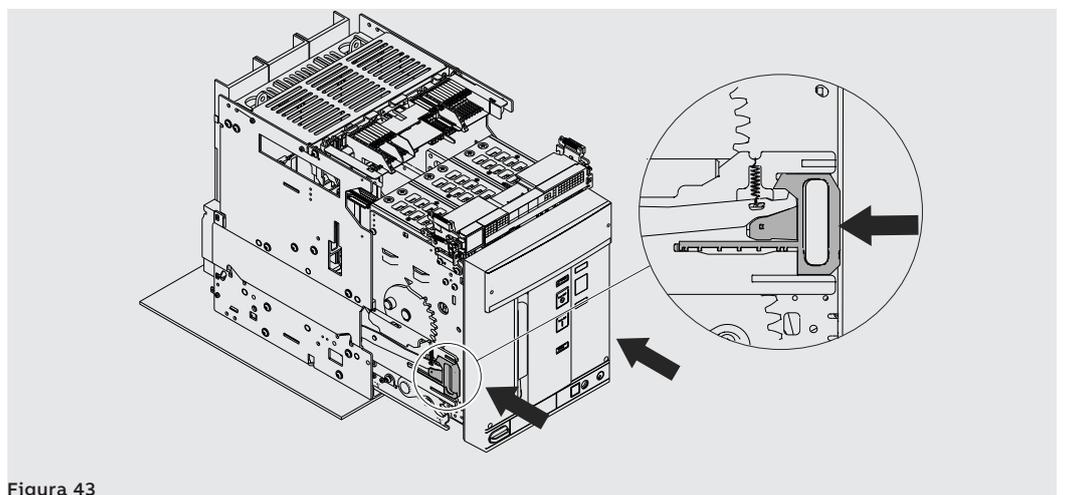

Figura 43
7. Impugnare le leve delle guide parte fissa e spingerle sino a quando la parte mobile va in arresto. Vedi Figura 43.